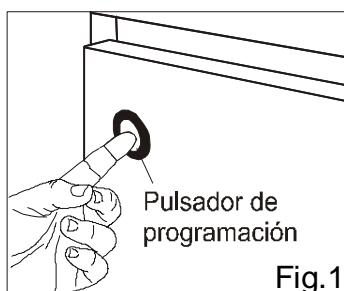
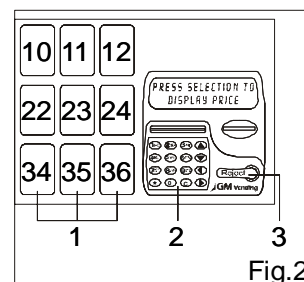

Fig.1
Fig.2
- La manguera de conexión se encuentra recogida bajo una tapa en la parte trasera de la maquina (fig.1). Saque la longitud de cable necesaria, (fig.2) coloque el pasacables en la ranura y cierre la tapa(fig.3).
- Conecte la máquina a la red y pulse el interruptor general (ON). La máquina realiza un chequeo interno y finalmente aparece la hora en el display.
Para pasar de una opción a otra usaremos el teclado (fig 2)
Las teclas que más usaremos son (fig 2.):